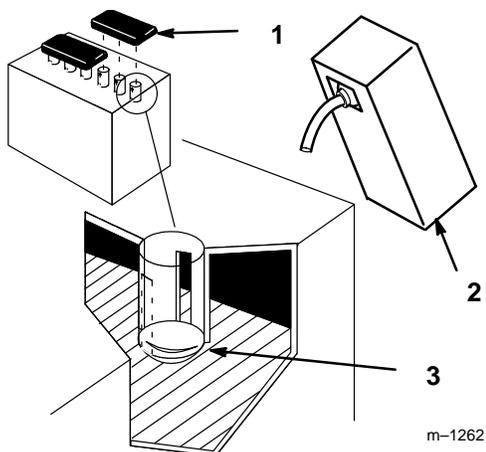

Abbildung 2
2. Die Verschußdeckel von der Batterie abnehmen. Langsam in jede Zelle Füllsäure gießen, bis die Säure bis zum unteren Teil des Rohrs geht (Abb. 2).
5. Langsam Füllsäure in jede Zelle gießen, bis die Säure wieder die "OBERE" Linie am Batteriegehäuse erreicht (Abb. 2). Dann die Abdeckungen anbringen.